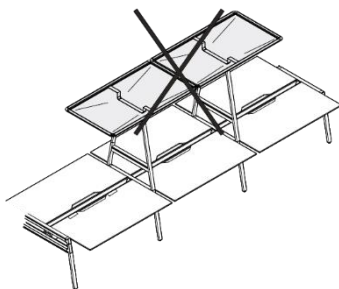

Bild 31 Baldachin, unzulässiger Anbau
- Zwei Baldachine direkt nebeneinander über Tischen mit 1400 mm Breite (siehe Bild 31).